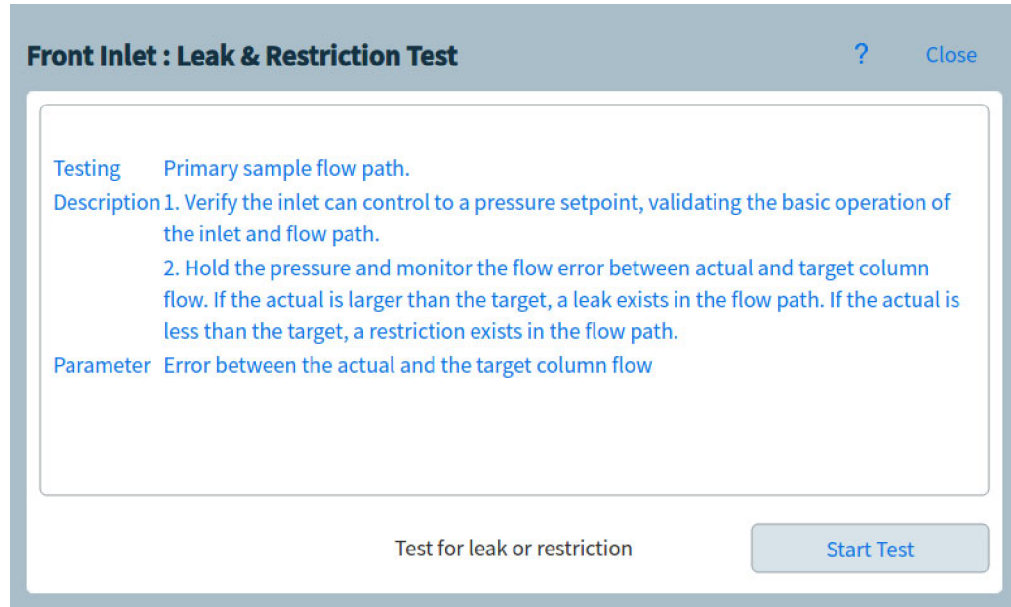

Figura 39. Página de pruebas de fugas y restricciones
2. Seleccione la prueba deseada. Se abrirá la página de pruebas correspondiente. La página de pruebas incluye una descripción de la misma, además de indicaciones sobre los parámetros que se someterán a prueba. Consulte la **Figura 39**.